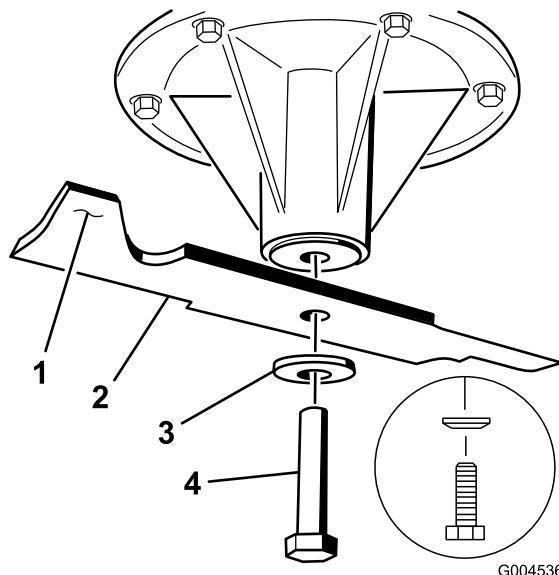

Figure 87
2. Enlevez de l'axe, le boulon, la rondelle bombée et la lame (Figure 87).
3. Si la lame est déséquilibrée, limez un peu l'extrémité de la partie relevée seulement (Figure 87).